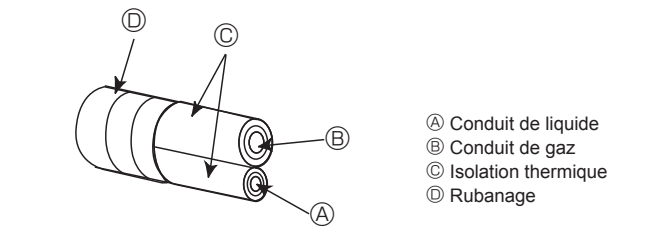
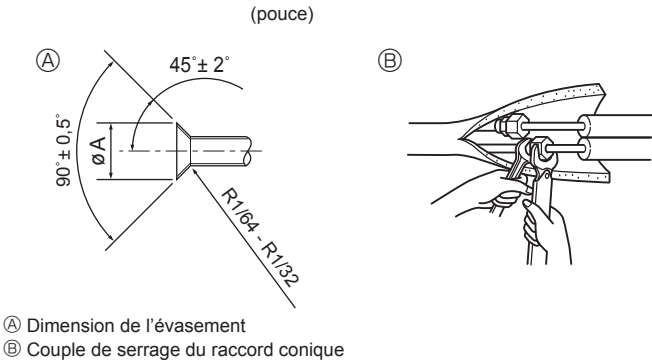

Fig. 4-4
Fig. 4-5
4.3. Connexion des tuyaux (Fig. 4-4, Fig. 4-5)
- S'il est trop serré, il risque de se rompre et de provoquer une fuite de réfrigérant. [Fig. 4-5]
- Appliquer un fil mince d'huile réfrigérante sur la surface du tuyau et du support du joint avant de serrer l'écrou évasé. (A)
- Utiliser deux clés pour serrer les connexions des tuyaux. (B)
- Appliquer de l'huile réfrigérante sur toute la surface évasée du fond. (C)
- Utiliser les écrous évasés correspondant aux tailles de tuyaux suivantes. (D)
(A) (Fig. 4-5)